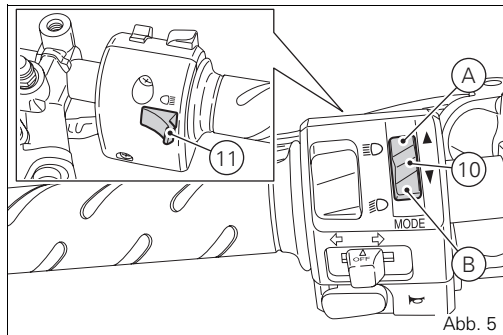

Abb. 5
11) TASTE LICHTHUPE FLASH (Abb. 5).